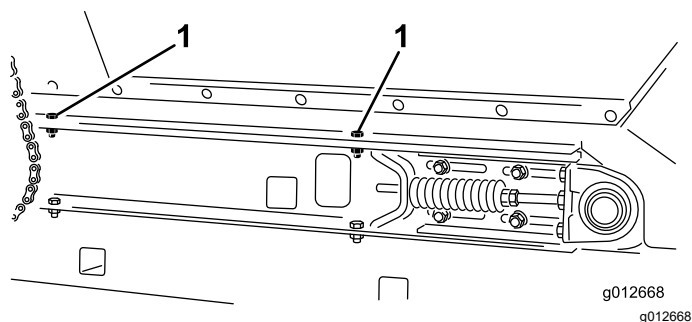

Figure 37
4. De chaque côté de la machine, fixez la trémie sur les rails du cadre coulissant (Figure 37)